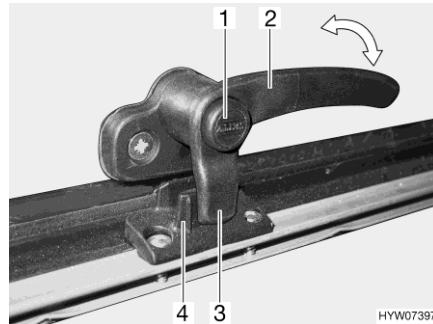
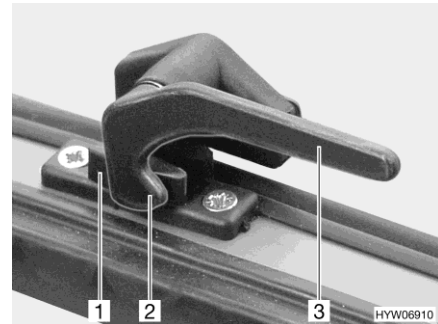

Fig. 69 Leva di serraggio con bottone di sicurezza in posizione "Chiuso"
Fig. 70 Leva di serraggio in posizione "Chiuso"
- Se presente, premere e tenere premuto il bottone di sicurezza (Fig. 69,1).
- Ruotare la leva di serraggio (Fig. 69,2 o Fig. 70,3) di un quarto di giro verso il centro della finestra.
- Ruotare la leva di serraggio (Fig. 69,2 o Fig. 70,3) di un quarto di giro verso il telaio della finestra.
Il nasello di chiusura (Fig. 69,3 o Fig. 70,2) della leva di serraggio si trova completamente sul lato interno della chiusura della finestra (Fig. 69,4 o Fig. 70,1).
- In posizione "Completamente chiusa" (Fig. 69 e Fig. 70)